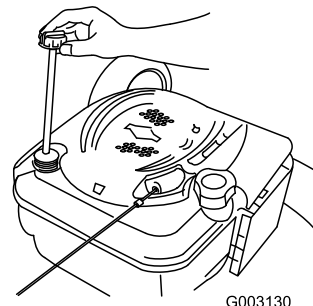

Figura 46
2. Retire la varilla (Figura 46).